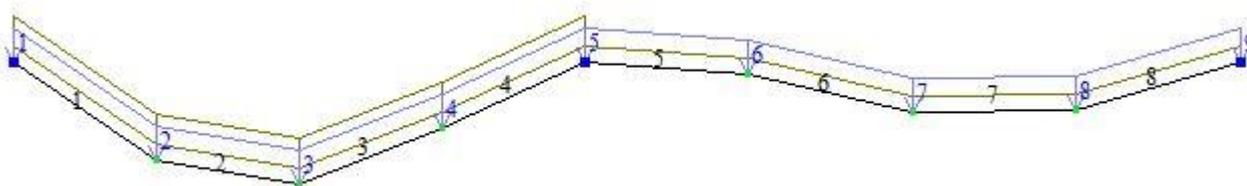

Рис.7.25. Расчетная схема с учетом перемещений узлов
- В режиме просмотра результатов расчета по умолчанию расчетная схема отображается с учетом перемещений узлов (рис.7.25). Для отображения схемы без учета перемещений узлов щелкните по